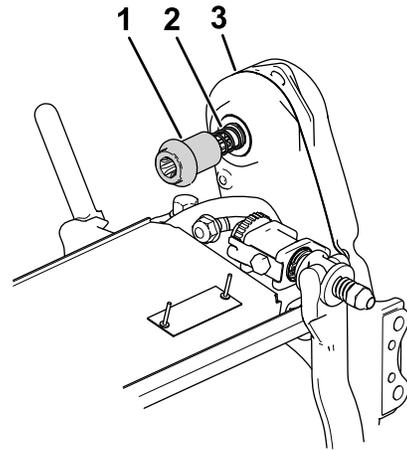

图 7
4. 将联轴器和弹簧安装到滚刀组的滚刀驱动总成（图 7）。
5. 确保联轴器（图 7）可以在变速箱驱动轴上轻松前后移动。